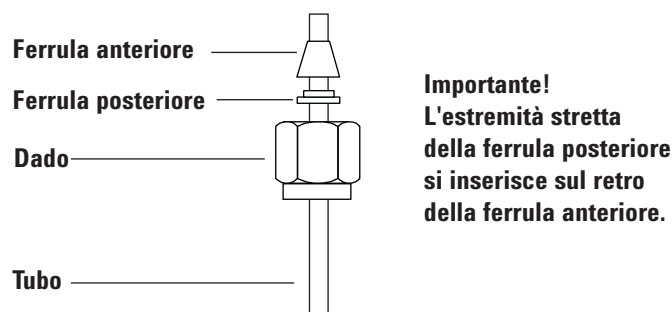

Figura 14. Dadi e ferrule Swagelok
- 1 Inserire un dado Swagelok, una ferrula posteriore e una anteriore sui tubi come rappresentato in **Figura 14**.